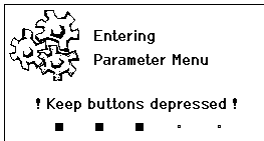

Fig. 11
1. Manter simultaneamente premidas as teclas **4** e **1** ou **4** e **2**. Enquanto o aparelho muda para o menu de parâmetros, surge, no visor, o seguinte texto de indicação (consultar também a fig. 11): "Mudar para o menu de parâmetros" "Manter as teclas premidas".